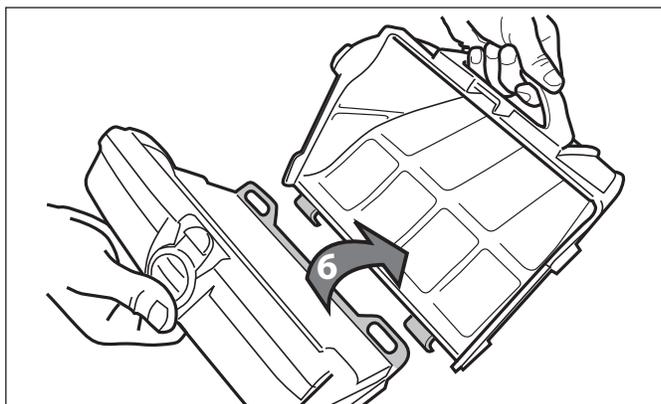

Figure 24. Retrait de la cartouche filtrante
6. Séparez la cartouche filtrante du support de filtre (6), comme illustré à la Figure 24.